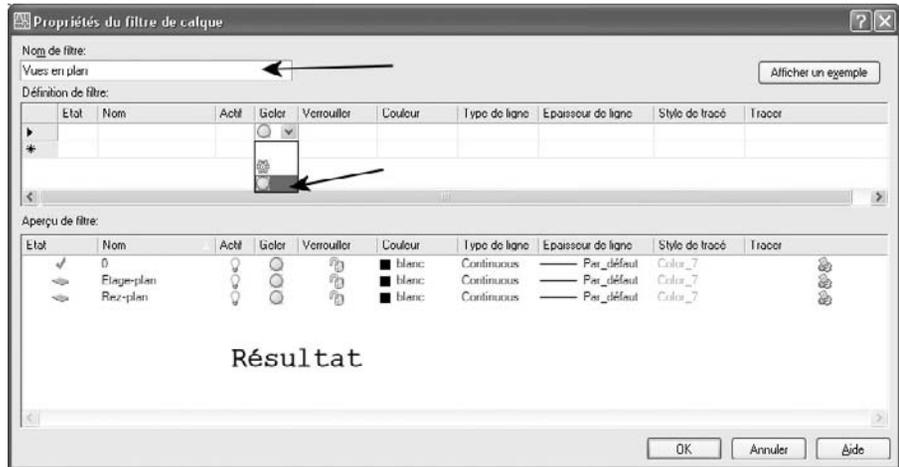

Fig.2.11
- 3 Dans **Définition du filtre** (Filter definition), définissez les propriétés de calque que l'on souhaite utiliser pour définir le filtre. Par exemple, pour ne prendre que les calques dégelés, il convient de cliquer sur l'icône **Dégeler** (Thaw) dans la colonne **Geler** (Freeze). Les options sont les suivantes (fig.2.11) :